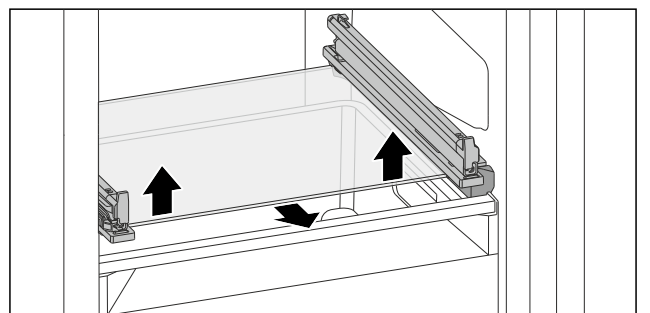

Fig. 140 A lebillenthető fiók üveglapja
- ▶ Tolja alulról felfelé az üveglapot mindkét oldalon. (lásd Fig. 140)